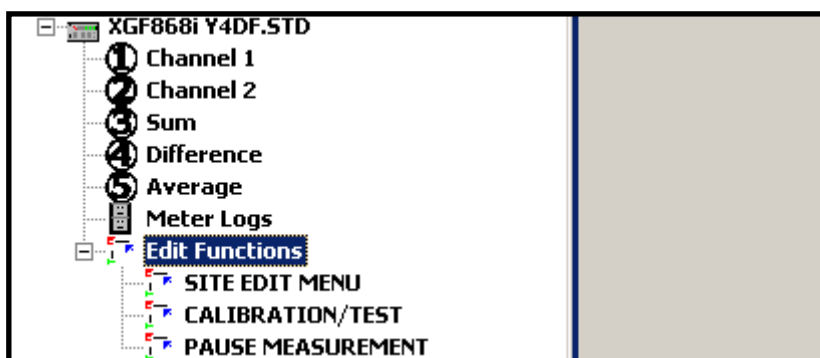

Рисунок 9. Команды меню, предусмотренные в окне функций редактирования *Edit Functions*
4. Раскройте вкладку *Edit Functions* (Функции редактирования). На экране появится окно, примерный вид которого показан на рис. 9.